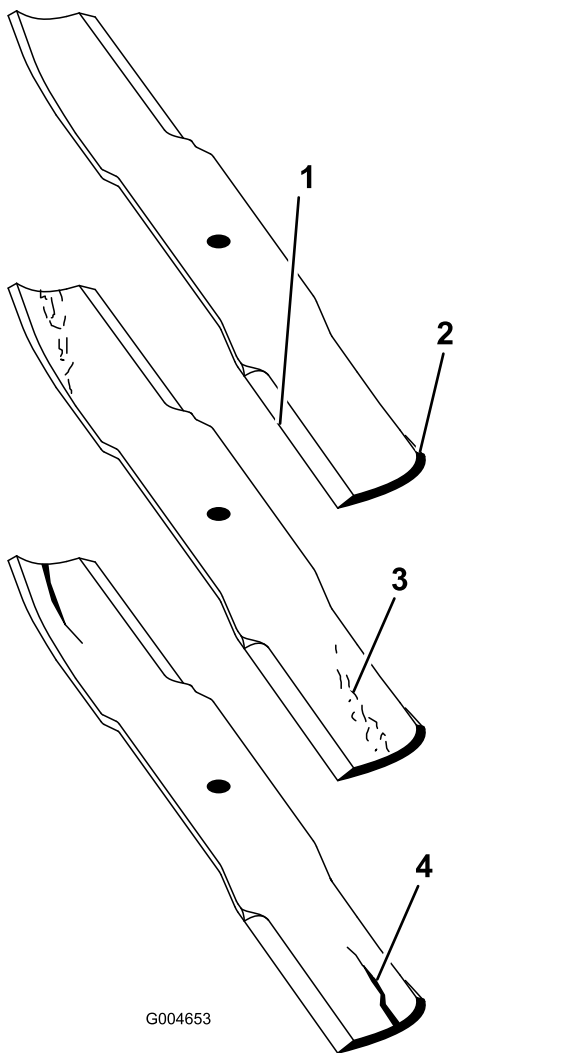

Figura 113
- Examine cuidadosamente as extremidades da lâmina, prestando especial atenção à zona onde se encontram as partes curvas e planas da lâmina (Figura 113).
Nota: A areia e os materiais abrasivos podem desgastar o metal entre as partes plana e curva da lâmina; por isso, verifique a lâmina antes de utilizar a máquina. Se verificar que esta zona se encontra desgastada (Figura 113), substitua a lâmina.